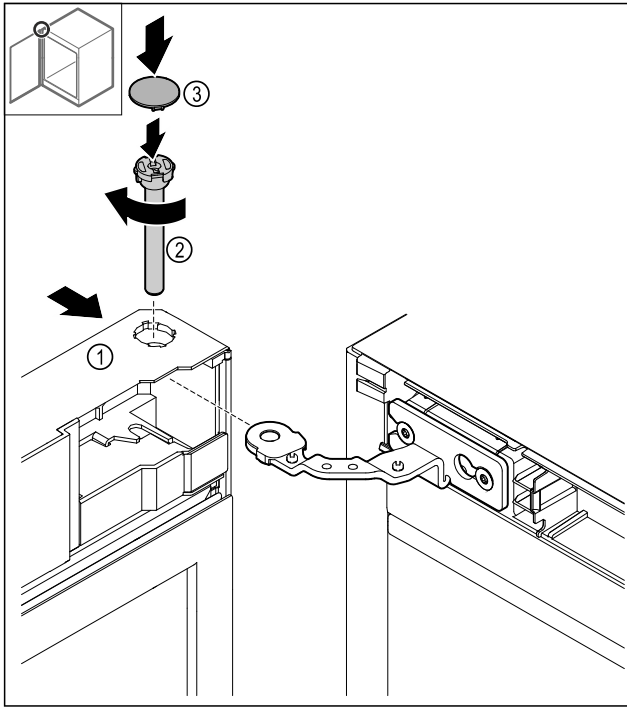

Fig. 44
- ▶ Установите дверь Fig. 44 (1) сверху на шарнир.
- ▶ Вставьте палец Fig. 44 (2) и закрутите его по часовой стрелке.
- ▶ Установите крышку Fig. 44 (3).